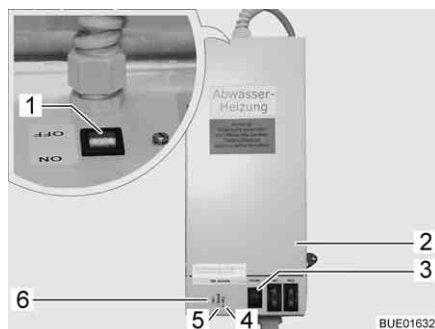

Bild 217 Trafo mit Regelgerät
Der Trafo 230 V AC/12 V DC (Bild 217,2) ist je nach Modell im Kleiderschrank oder in der Truhe der Sitzgruppe eingebaut.
- Kontroll-Leuchte (Bild 217,5) leuchtet grün: Regler in Betrieb.
- Kontroll-Leuchten (Bild 217,4 und 6) leuchten rot: Abwasserleitungen werden erwärmt.
In das Gehäuse ist ein Prüftaster (Bild 217,3) integriert, mit dem das Regelgerät kurzzeitig in Betrieb genommen werden kann. Durch Drücken des Prüftasters lässt sich die Funktion der Erwärmung testen, auch wenn die Umgebungstemperatur über 5 °C liegt.
- Schalter (Bild 217,1) am Trafo (Bild 217,2) auf "ON" stellen.
- Schalter (Bild 217,1) am Trafo (Bild 217,2) auf "OFF" stellen.